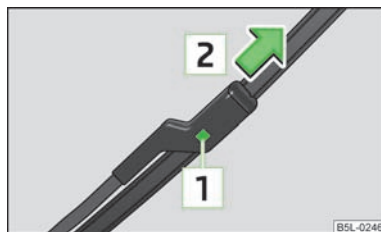

Fig. 31
- Enfoncez la fixation [1] » fig. 31 pour déverrouiller le balai d'essuie-glace et tirez-le dans le sens de la flèche [2].